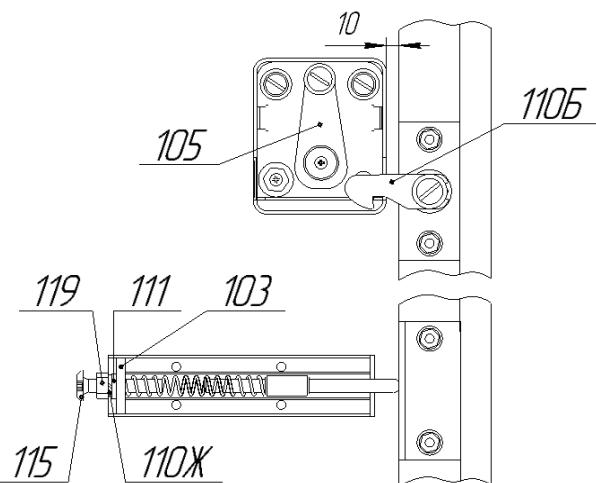

Рис.8
К панели поз.42 присоединить механизм фиксации поз.105, используя винты поз.114, шайбы поз.121 (рис.1.2.3). Присоединить к панели поз.42 механизм выталкивания, состоящий из деталей поз. 103, 104, 107, 108, 109, 110Ж, 111, 115, 119 (рис.1.2.4 и рис.8). Винт поз.115 ввинтить в корпус толкателя поз.103 на несколько оборотов (рис.8). Для закрепления к коробу использовать винты поз.117. На головки винтов поз.117 установить заглушки поз.120 (рис.1.2.4).
**!** 11. Отрегулировать упор, установленный по рис.1.2.4. Для этого поднять раму кровати в вертикальное положение. Надавить на раму в области установленного механизма фиксации поз.105. Вращением винта M8x45 поз.115 добиться, чтобы рама кровати не доходила до касания с механизмом фиксации поз.105 (рис.8) 10мм. Придерживая от вращения винт поз.115, затянуть гайку поз.119 до упора так, чтобы шайбы поз.110Ж и поз.111 оказались прижаты к корпусу толкателя поз.103.
Надавить на верхний угол рамы кровати около механизма фиксации поз.105 до зацепления собачки поз.110Б за механизм фиксации поз.105 (рис.8). Должен быть слышен чёткий щелчок. Повторное нажатие приведёт к отсоединению собачки и наклону рамы кровати для дальнейшего опускания в горизонтальное положение.